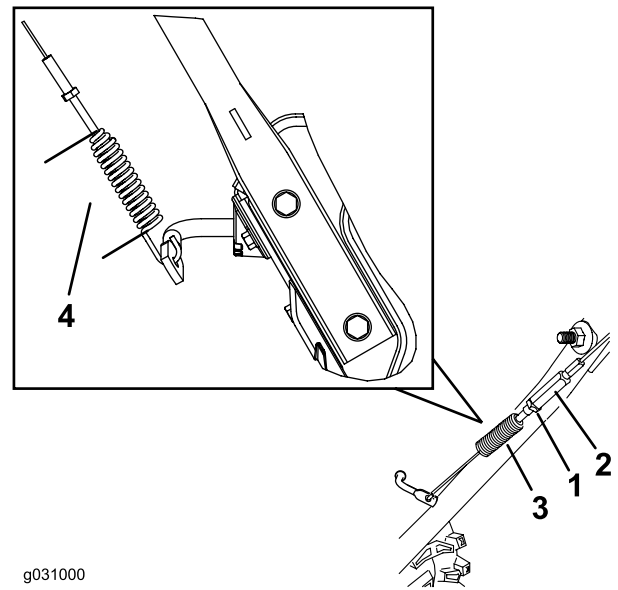

Figure 31
1. Desserrez l'écrou de blocage (Figure 31).
4. Serrez l'écrou de blocage (Figure 31) en vérifiant que le câble est légèrement tendu.
3. Desserrez ou serrez le tendeur pour régler la longueur du ressort à 7 cm (2³/₄ po), comme montré à la Figure 31.